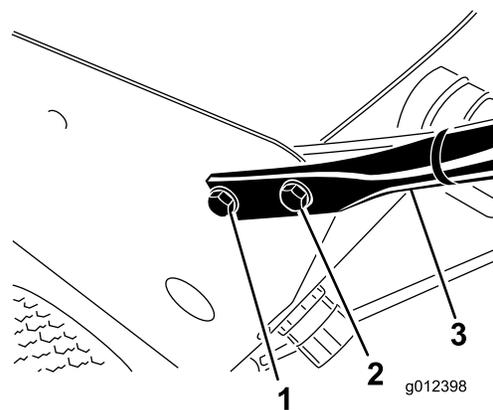

Figura 4
3. Servendovi dei fori inferiori, montate la stegola sul supporto del serbatoio con 2 bulloni, senza serrarli (Figura 4).
4. Scegliete uno dei fori di montaggio superiori, posizionate la stegola all'altezza di lavoro desiderata e fissatela al supporto del serbatoio con 2 bulloni e 2 dadi (Figura 4).